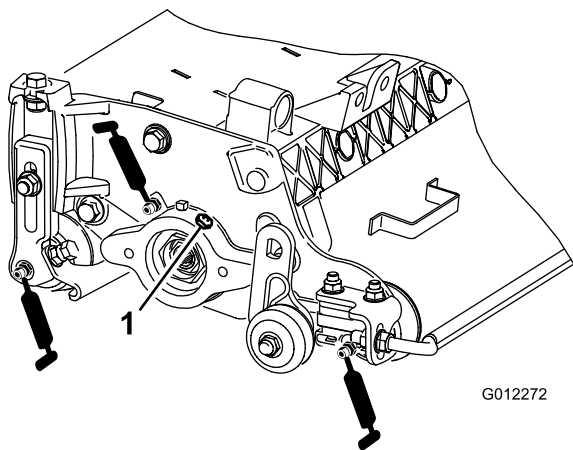

Figure 8
Chaque verticutter comprend 6 graisseurs (Figure 8) qu'il faut lubrifier chaque semaine avec de la graisse universelle au lithium N° 2.
2. Appliquez de la graisse jusqu'à ce qu'elle ressorte propre par les joint des rouleau et le clapet de décharge du roulement (Figure 8).